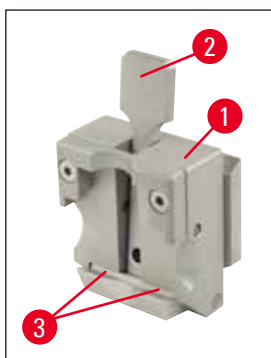

図 41
- カセットクランプのクランプレバーのシャフト(→ 図 41-3)(→ 図 41)。